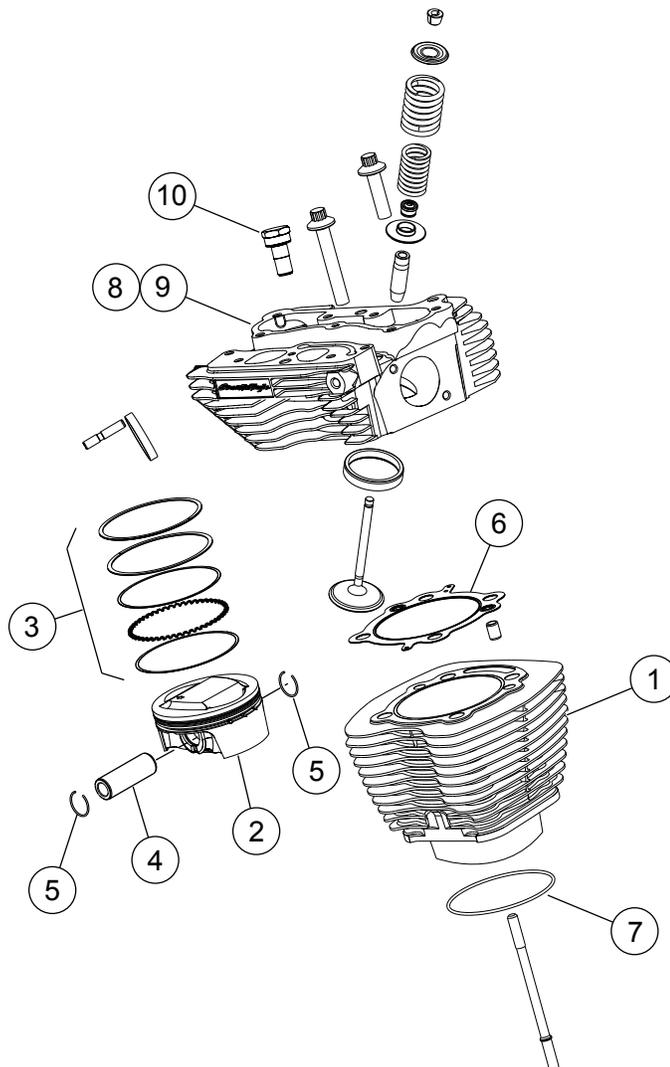
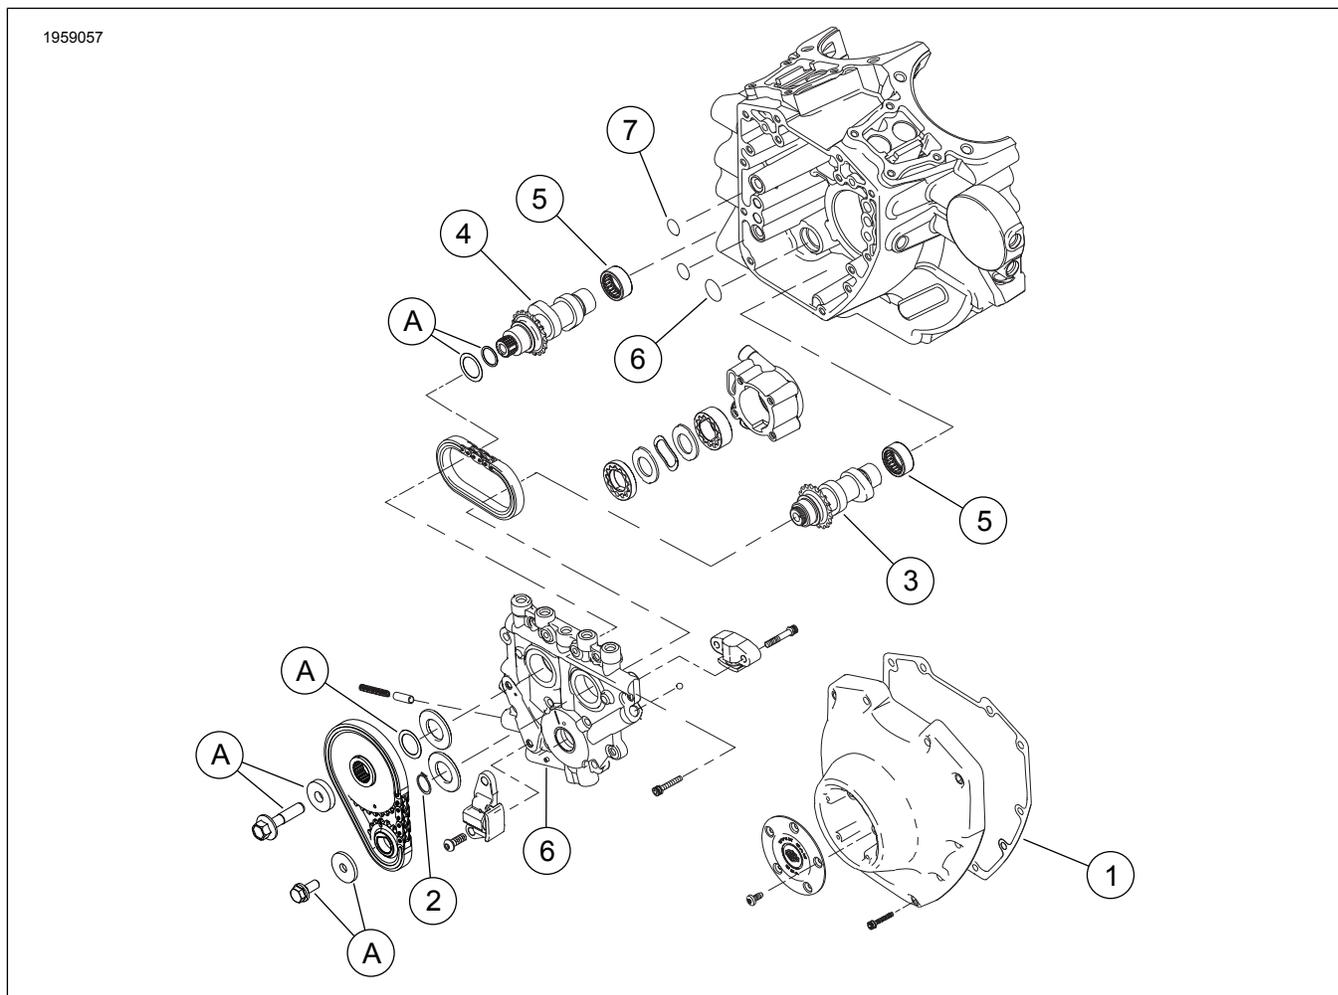

Figura 1. Piezas de servicio: Kit Stage 4 Screamin' Eagle Pro TC 1690 cm³ (103 pulg.³)
Figura 3. Piezas de servicio: Kit Stage 4 Screamin' Eagle Pro TC 1690 cm³ (103 pulg.³)
Ver Figura 1 a Figura 3 , y Tabla 1 a Tabla 3 .
1. Ver Figura 3 . Inspeccione los cojinetes de agujas del árbol de levas (5) y reemplácelos si es necesario.
2. Ver Figura 1 a Figura 3 . Arme las levas en la placa de las levas, las culatas de los cilindros de alto rendimiento y el extremo superior del motor usando las piezas del kit. Vea las secciones correspondientes del MOTOR en el Manual de servicio.